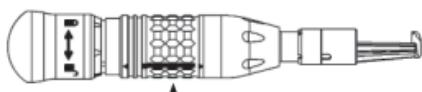

Figura 5 Manga de Libertação
1. Segurar firmemente no manípulo com uma mão e com a outra mão empurrar e rodar a manga de libertação do acessório de ligação até que a seta fique alinhada com o símbolo desbloquear (Figura 5).